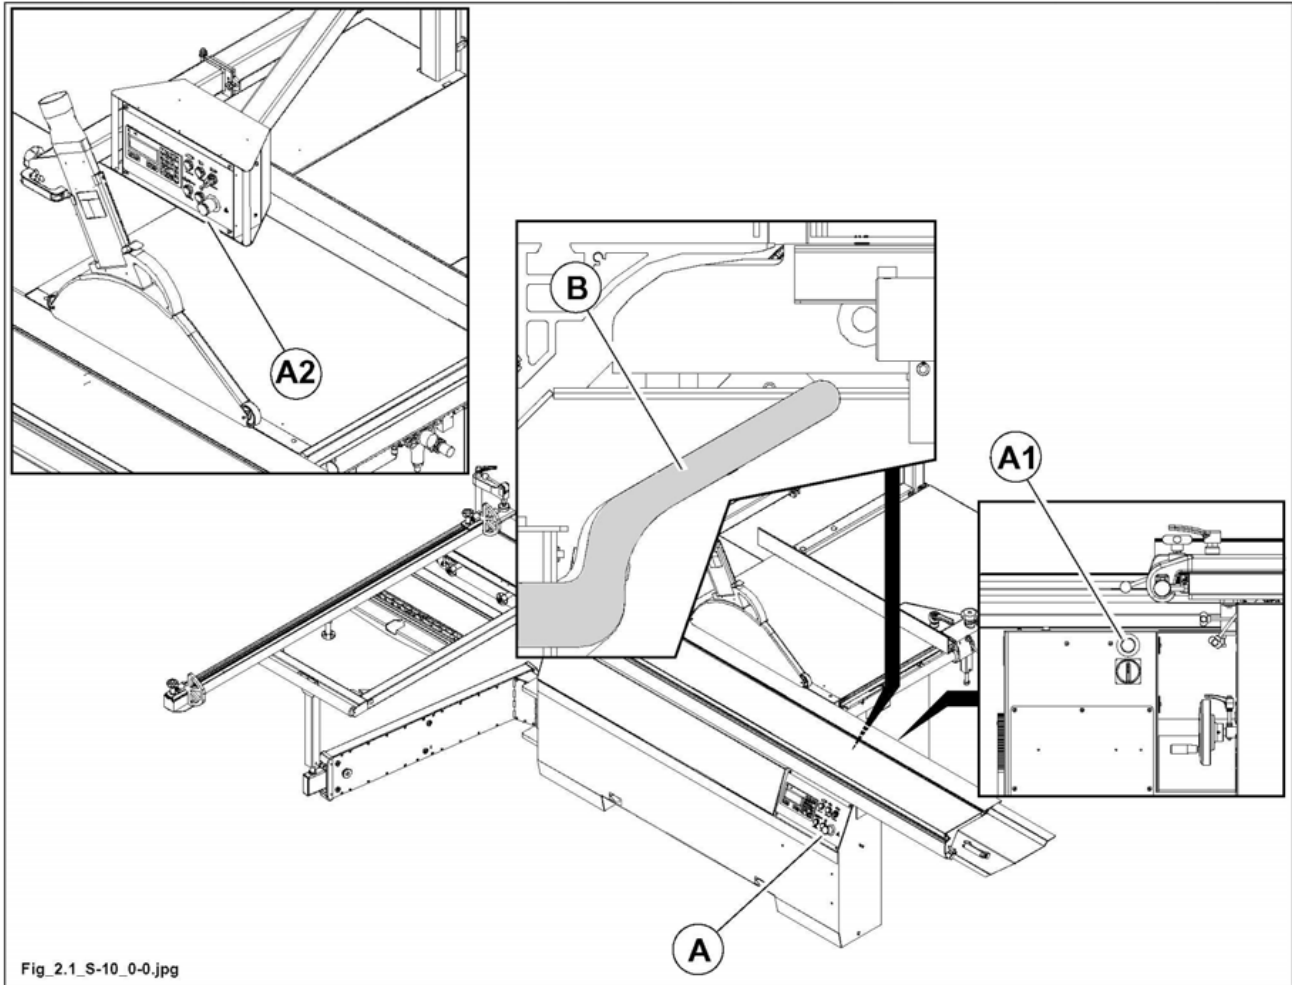

Abb. 2.1
2.1 ANORDNUNG UND BESCHREIBUNG DER NOT-AUS-VORRICHTUNGEN (ABB. 2.1)
an der Bedientafel (A fig. 2.1).
Seite Parallelanschlag (A1 Abb. 2.1).
An der beweglichen Bedientafel (A2 fig. 2.1), wenn diese **OPT** vorhanden ist.